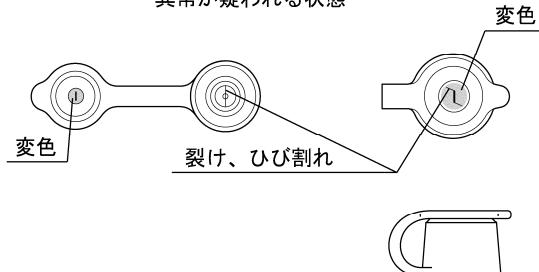

図2
11.鉗子栓のフタ部のスリットまたは鉗子栓本体の丸穴に裂け、ひび割れ、変形、変色などの異常がないことを目視で確認すること(図2参照)。